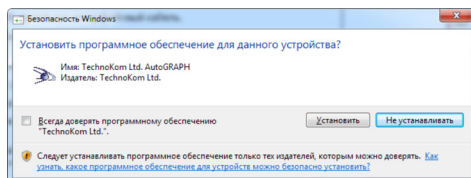

Рис.98. Предупреждение системы.
- В ответ на предупреждение системы нажмите кнопку «Установить» и продолжите установку (Рис.98).